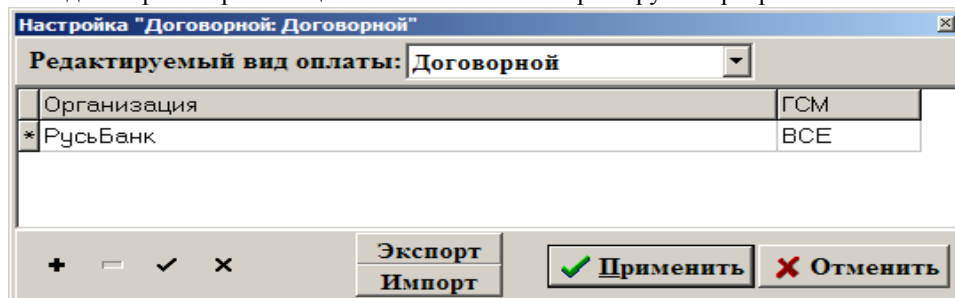

Рис. 34
Из меню «Настройка АЗС/Договорной: Договорной» можно открыть, просмотреть и изменить список договорных организаций (рис.34) для последующей отправки его из офиса на АЗС.
3. Создайте письмо-запрос (меню «Связь\Электронная почта»). В окне «E-Mail» меню «Почтовый ящик\Создать письмо-запрос» (рис.34).
4. Для отправки письма-запроса из офиса на АЗС щелкните кнопку  «Отправить почту» (рис.34).